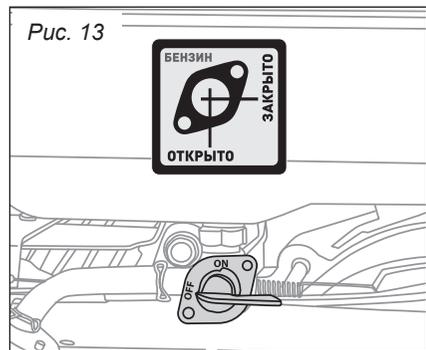

Рис. 13
1. Поверните топливный кран в положение «ЗАКРЫТО» (рис. 13).